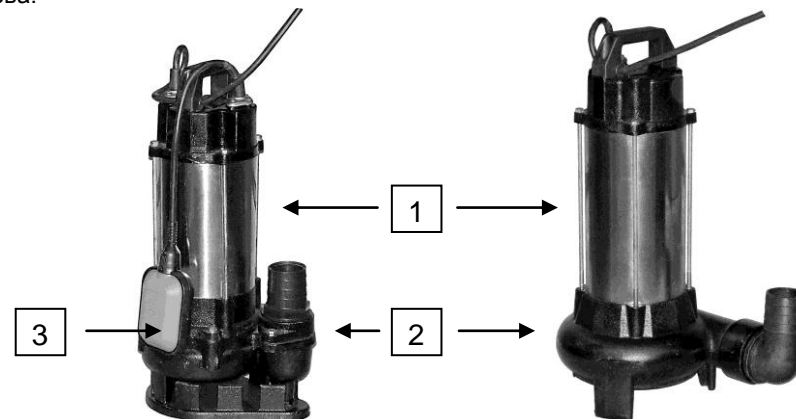

Рис.2. Насос Vort 750 FS (слева) и Vort 1300 FS (справа).
Внешний вид насоса показан на рисунке 2. Насосы состоят из следующих основных узлов (рис.2): электродвигателя (1), центробежного насоса (2). Корпус и рабочее колесо насоса выполнены из чугуна, корпус электродвигателя – из нержавеющей стали.